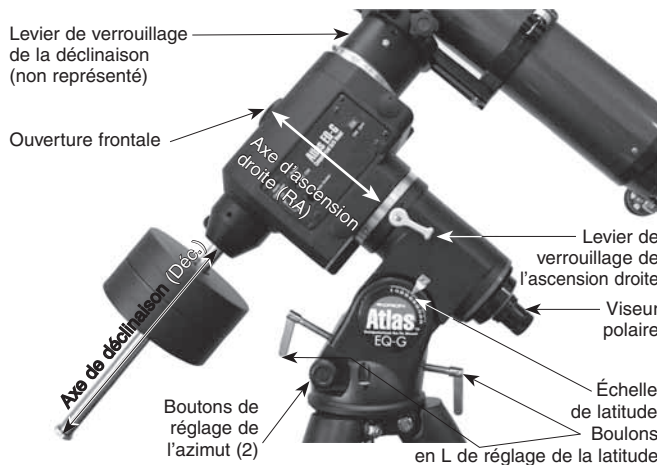
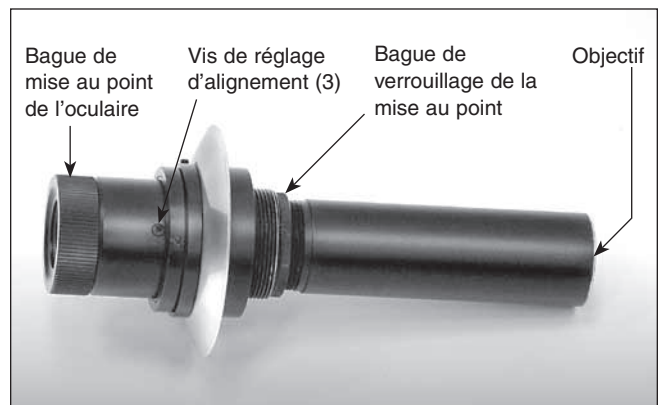

Figure 5. La monture Atlas EQ-G.
Figure 7. Viseur polaire.
Quand vous observez le ciel durant la nuit, vous avez sans doute remarqué que les étoiles semblaient se déplacer lentement d'est en ouest. Ce mouvement apparent est causé par la rotation de la Terre (d'ouest en est). Une monture équatoriale (**figure 5**) est conçue pour compenser ce mouvement, en vous permettant de « suivre » facilement le mouvement des objets astronomiques, ce qui les empêche de sortir du champ de votre télescope pendant que vous les observez.
2. Il y a deux boulons en L de réglage de la latitude (voir **figure 5**). Desserrez l'un d'entre eux tout en serrant l'autre. Avec cette opération, vous réglerez la latitude de la monture. Continuez à ajuster la monture jusqu'à ce que le pointeur de l'échelle de latitude soit réglé sur la latitude de votre lieu d'observation. Si vous ne connaissez pas votre latitude, consultez un atlas géographique. Par exemple, si votre latitude est de 35° nord, réglez le curseur sur 35. Il est inutile d'effectuer plusieurs fois le réglage de la latitude, sauf si vous vous déplacez sur un nouveau lieu d'observation situé à grande distance du premier.
3. Desserrez le levier de verrouillage de déclinaison et tournez le tube optique du télescope jusqu'à ce qu'il soit parallèle à l'axe d'ascension droite, comme dans la **figure 5**.
L'Atlas EQ-G est livrée avec un viseur polaire (**figure 7**) logé à l'intérieur de l'axe d'ascension droite de la monture. Lorsqu'il est correctement aligné et utilisé, il permet un alignement polaire précis, rapide et facile à effectuer. Dévissez le capot à l'arrière de l'axe d'ascension droite de la monture et retirez le bouchon sur l'ouverture frontale de la monture équatoriale (**figure 5**) pour observer à travers le viseur polaire.
4. Regardez de nouveau dans le viseur polaire. L'objet observé est-il encore centré sur le réticule ? Dans l'affirmative, aucun réglage supplémentaire n'est nécessaire. Dans le cas contraire, visez l'objet dans le viseur polaire tout en faisant pivoter la monture autour de l'axe d'ascension droite. Vous remarquerez que l'objet que vous avez centré précédemment se déplace sur une trajectoire circulaire. Utilisez les trois vis de réglage d'alignement situées sur le viseur polaire (**figure 7**) pour rediriger le réticule du viseur polaire vers le centre apparent de cette trajectoire circulaire.
5. Maintenant, utilisez les boutons de réglage de l'azimut (**figure 2**) et les boulons en L de réglage de la latitude (**figure 5**) situés sur la monture pour positionner l'étoile Polaris à l'intérieur du petit cercle marqué « Polaris » sur le réticule du viseur. Vous devez d'abord desserrer le bouton situé au-dessous de la monture équatoriale, sur l'axe de support central, pour utiliser les boutons de réglage de l'azimut. Une fois que Polaris est correctement positionnée dans le réticule, un alignement polaire précis est atteint. Resserrez le bouton situé sous la monture équatoriale.
La mise au point du viseur polaire s'effectue normalement par une simple rotation de la bague de mise au point de l'oculaire. Toutefois, si après l'ajustement de la bague de mise au point, vous trouvez que l'image du réticule est nette, mais que les étoiles sont floues, vous devez alors régler la netteté de l'objectif du viseur polaire. Pour ce faire, retirez d'abord le viseur polaire de la monture en le dévissant. Pointez le viseur polaire vers une étoile (durant la nuit) ou vers un objet lointain situé au moins à 400 m de distance (pendant la journée). Utilisez la bague de mise au point de l'oculaire pour faire la mise au point du réticule. Ensuite, desserrez la bague de verrouillage de la mise au point (**figure 7**) et faites glisser l'extrémité de l'objectif du viseur vers l'intérieur ou vers l'extérieur jusqu'à ce que les images soient nettes. Resserrez la bague de verrouillage de mise au point. Une fois que l'objectif du viseur polaire est au point, il ne devrait plus être nécessaire de l'ajuster de nouveau.